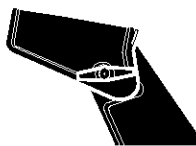

Figura 3
2. Afloje la **tuerca de mariposa** en el deflector del tubo de descarga y mueva el deflector para establecer la distancia. Mueva el deflector hacia (**ARRIBA**) para mayor distancia, hacia (**ABAJO**) para una distancia menor. Luego apriete la **tuerca de mariposa** (Figura 3).